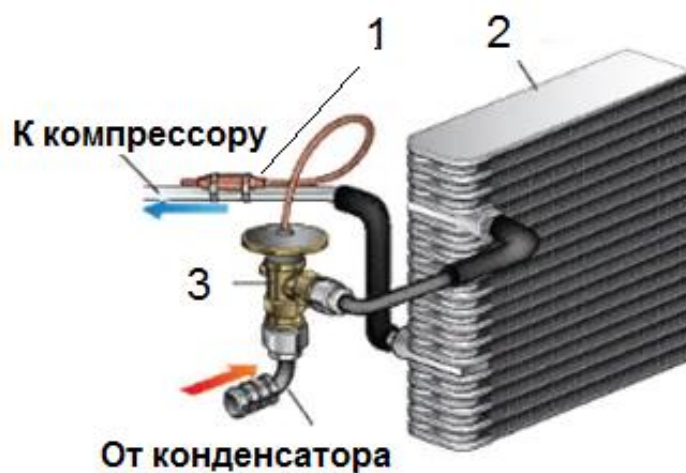

Рис. 3.9. Расположение TRV в КУ:
**Терморегулирующий вентиль** устанавливают на трубопроводе, по которому жидкий ХА поступает в испаритель (рис. 3.9).